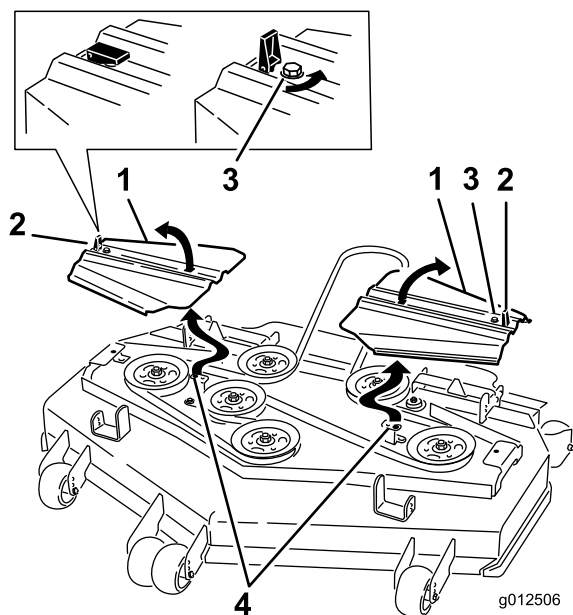

Figura 87
14. Instale las cubiertas de la correa introduciendo las pestañas en las ranuras. Coloque los tornillos y fije los cierres (Figura 87).